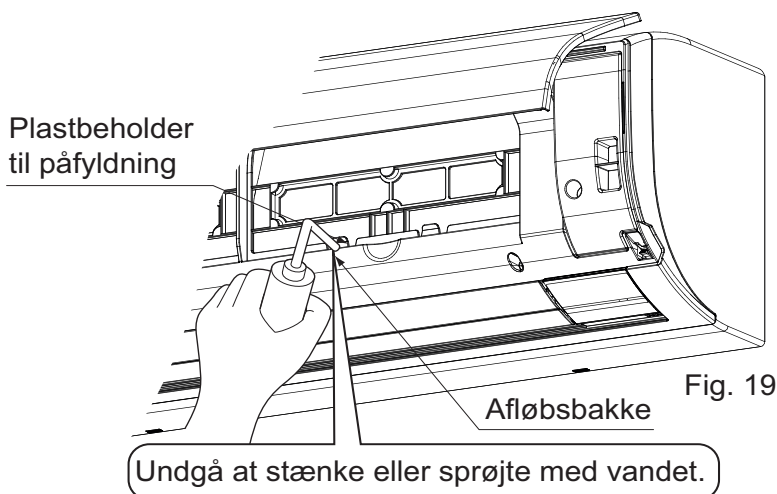

Fig. 19
(2) Kontrollér, at vandet ledes uhindret væk.
- Efter montering af drænrør skal man kontrollere drænet ved at åbne frontpladen, **fjerne luftfilteret**, hælde vand i afløbsbakken og kontrollere, at vandet bortledes korrekt gennem drænslangen. **(Se fig. 19)**